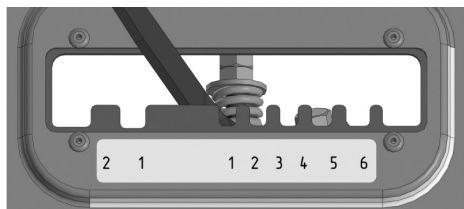

Рис. 32. Установка рычага в нейтральное положение
- Установите рычаг переключения передач точно посередине между положениями первой передней и первой задней передачами (Рис. 32).